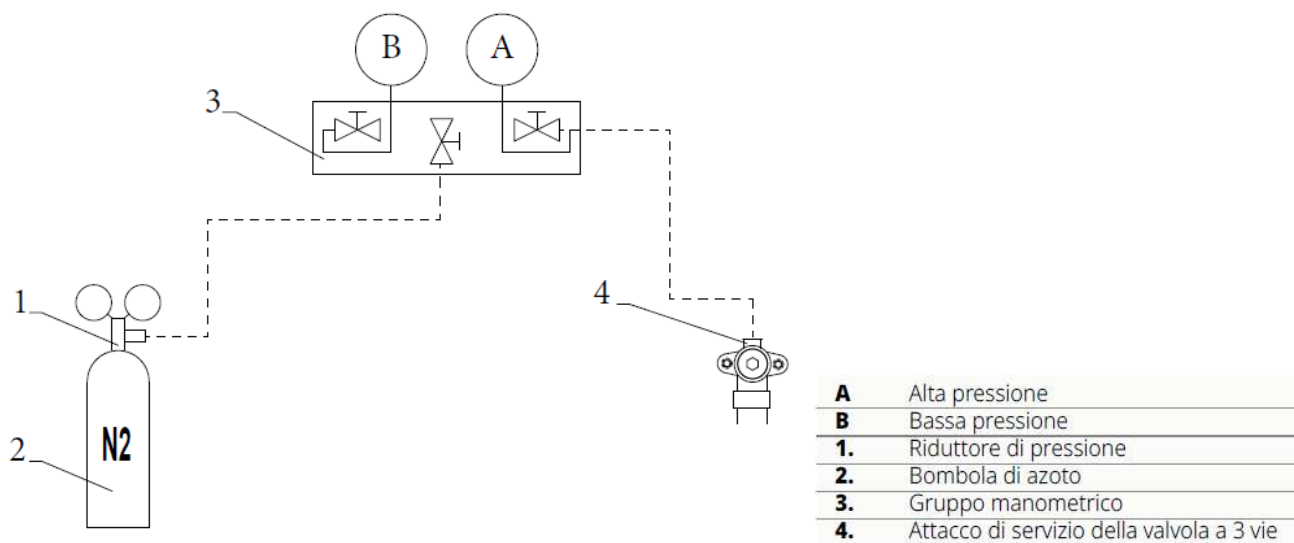

Fig. 2_30
- caricare il circuito con azoto attraverso l'attacco di servizio presente sulla valvola d'intercettazione a 3 vie (1, Fig. 2_30);